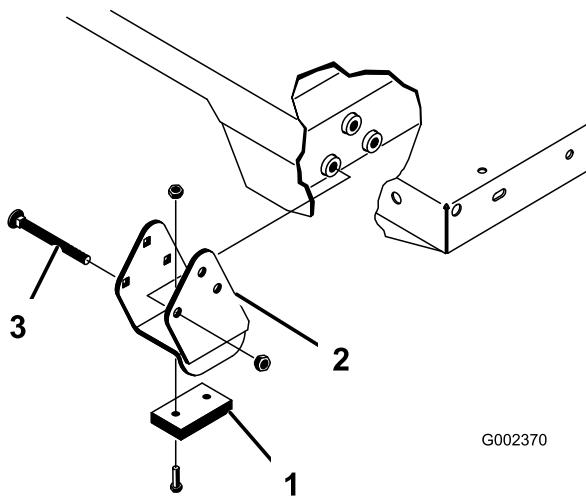

Figure 36
Remarque: Les supports entretoises et les cales d'usure (Figure 36) doivent être montés avec les têtes des boulons à l'intérieur de la machine.
2. Placez le plateau sur le cadre de la machine avec précaution et en alignant les trous des plaques de pivot arrière sur ceux du profilé arrière du cadre. Installez ensuite 2 axes et goupilles à anneau (Figure 36).
4. Insérez l'axe par l'extérieur du plateau, la goupille à anneau étant à l'extérieur (Figure 36).